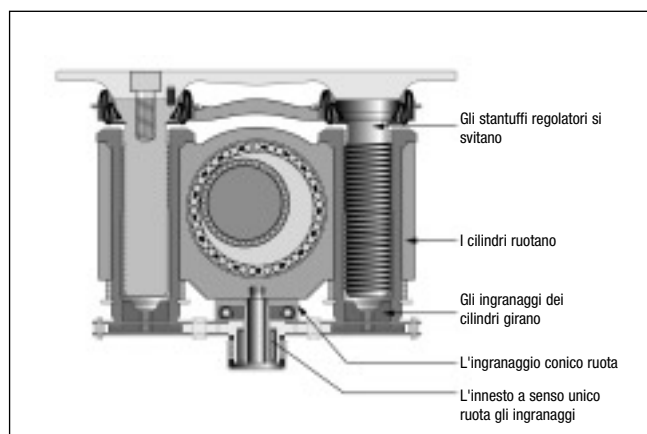

FIG. 9
- Prima che le pastiglie facciano contatto col rotore, i manicotti del regolatore vengono ruotati dalla trasmissione, con l'effetto di svitare il pistone del regolatore all'interno dei manicotti e quindi accrescere la lunghezza effettiva dei pistoni e ridurre la corsa necessaria (Fig. 9).